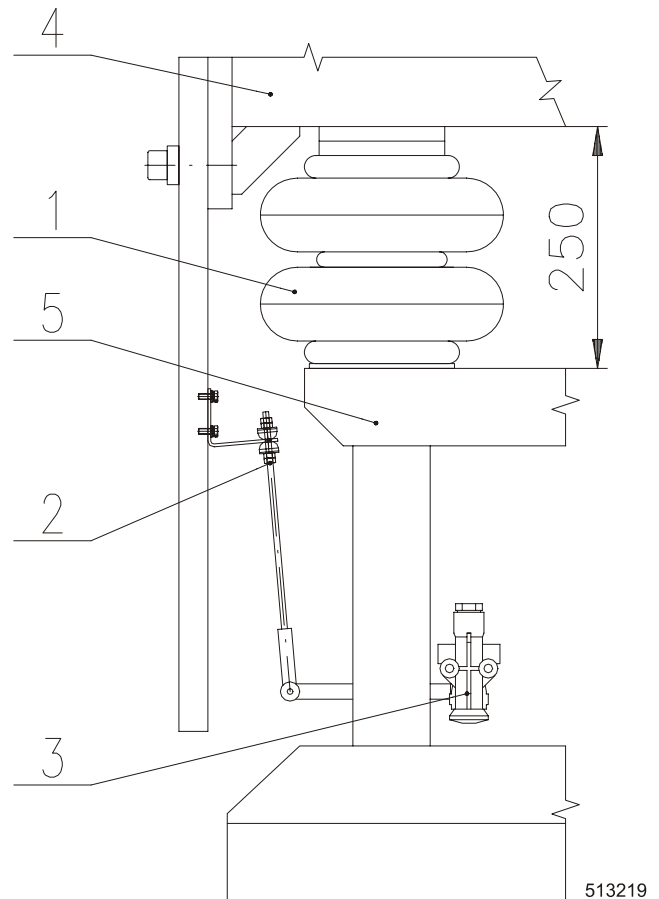

Fig. 5.11.
1. Togliere la copertura del blocco oblò (fig. 5.11. numero 4).
2. Svitare l'intelaiatura (6) che fissa i cardini superiore e inferiore dell'oblò (7).
4. Regolare l'oblò spostando la traversa portante (3) con oblò (9) e cardini (7), in modo che l'oblò si trovi in posizione concentrica rispetto all'apertura.
5. Dopo aver regolato l'oblò, serrare i bulloni (6) di fissaggio dei due cardini (7).
L'altezza della molla pneumatica (fig. 5.11., numero 1) va regolata qualora si rilevi che la parte sospesa della macchina non è in posizione orizzontale (senza biancheria né acqua) o dopo la sostituzione di componenti dell'unità molla. La regolazione è effettuata con l'interruttore principale su ON, l'erogazione dell'aria compressa su ON e il pulsante di arresto centralizzato disattivato (CENTRAL STOP su OFF).